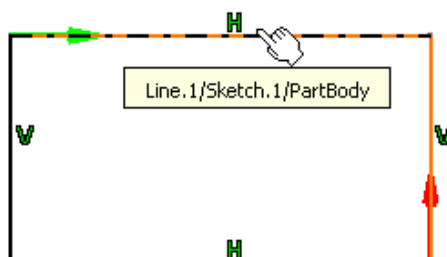

Рис. 133
5) В якості замінюючого елемента вибрати "**Line.1**" (Рис. 133).